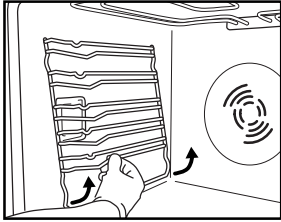

Fig. 1
1. Extraiga las rejillas laterales de soporte de accesorios (Fig. 1).
2. Extraiga las rejillas laterales de soporte de accesorios, si las hay (Fig. 1).